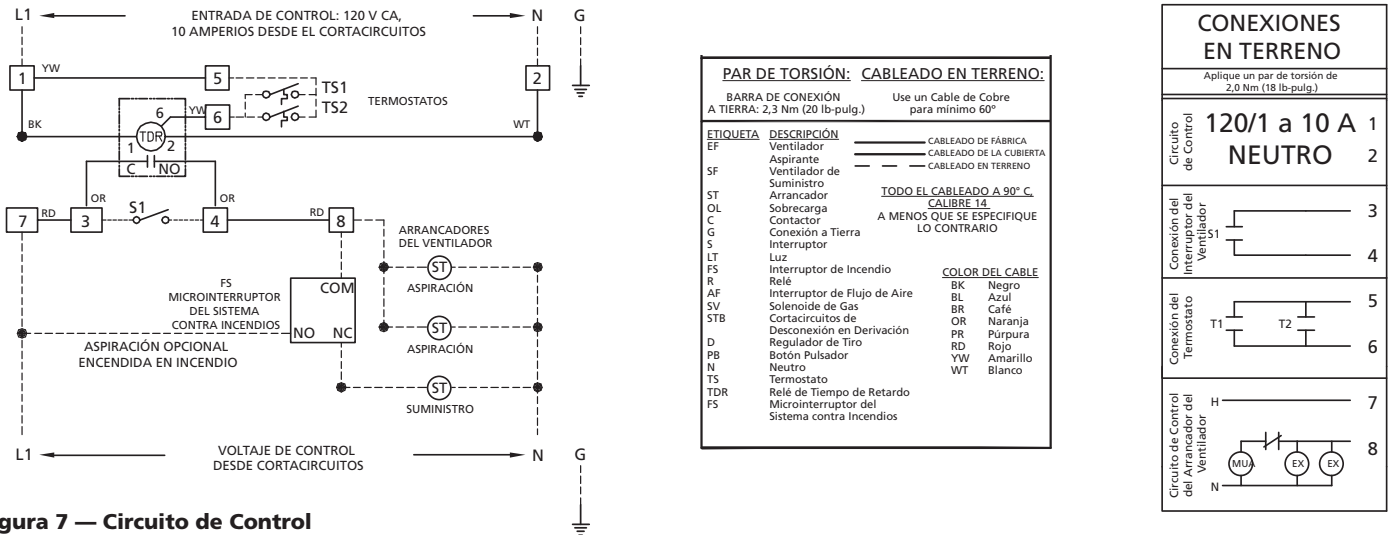

Figura 7 — Circuito de Control
1. Coloque dos conductores para 90 °C mínimo, de 14 AWG, negros, en el conducto de cada termostato a las conexiones apropiadas del circuito eléctrico. (Consulte el Paso 3 y la Figura 7 para las opciones de conexión).
3. Escoja la conexión final según los terminales 5 y 6 en la caja de control en la parte superior del gabinete de campana/funcional. Consulte la Figura 7.
PANEL DEL CORTACIRCUITOS HACIA CAJA DE CONTROL (CONSULTE FIGURA 7)
- c. Circuito de control de 120 V, 24 V u otro (consulte la Figura 7 en la página 3)